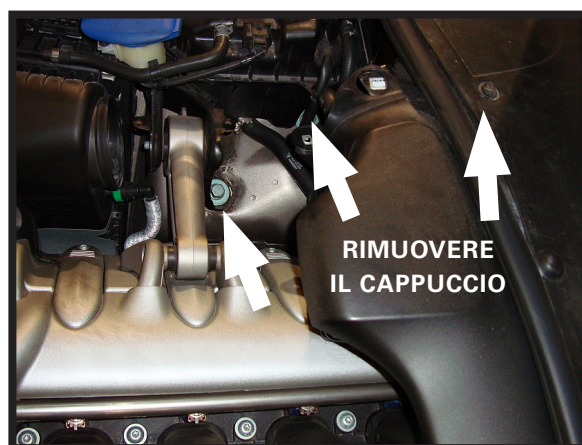

FIGURA 10-8
9. SOLLEVARE IL COFANO E STACCARE I TRE (3) BULLONI DI MONTAGGIO CHE FISSANO IL SUPPORTO SUPERIORE DELL'AMMORTIZZATORE AD ARIA. TOGLIERE IL CAPPUCCIO DI PLASTICA PER ACCEDERE AL TERZO BULLONE. (FIGURA 10-8)